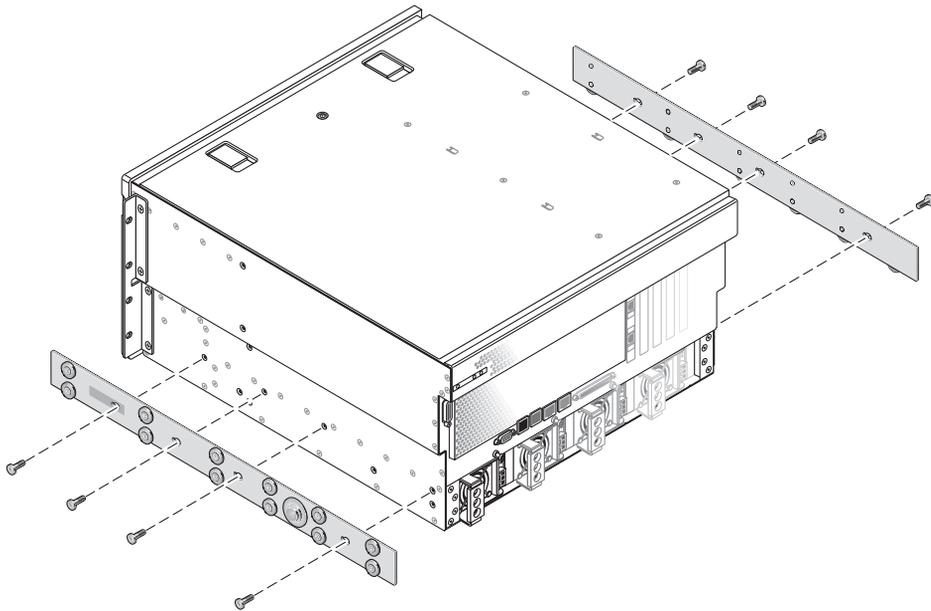

ABBILDUNG 3-9 Befestigen der Gleiträger am Systemgehäuse
5. Richten Sie die Bohrungen in den Gleiträgern mit den entsprechenden Bohrungen an den Seiten des Servers aus und befestigen die Gleiträger mit acht Schrauben aus dem Lieferumfang an den Seiten des Servers (vier Schrauben auf jeder Seite) (ABBILDUNG 3-9).